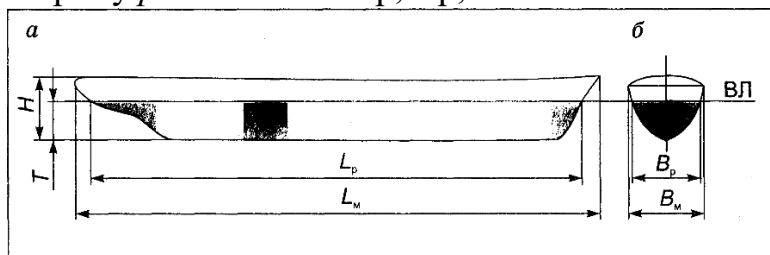

Рисунок 7 Главные размеры модели судна: а - главный вид;
К главным размерам модели судна относятся: L – длина, B – ширина, H – высота борта, T – осадка. При этом различают длину и ширину расчётные – L_p , B_p и максимальные – L_m , B_m (рис. 7).
Расчётные длину и ширину определяют на уровне *ватерлинии* (ВЛ) – линии, показывающей предельную осадку модели судна или корабля при их полной загрузке. Высотой борта (H) называется расстояние от нижней точки киля корпуса до палубы (рис. 7).